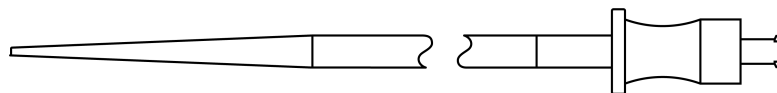

Figura 3: Dilatador
El sistema de colocación pulmonar Edwards SAPIEN 3 (Figura 2) facilita la colocación de la bioprótesis. Consiste en una vaina interior, un catéter balón para el despliegue de la válvula cardiaca transcatóter Edwards SAPIEN 3, y un eje externo y una cápsula de válvula para cubrir la válvula cardiaca transcatóter durante la inserción y el rastreo hasta la ubicación del despliegue. El sistema de colocación incluye una punta cónica para atravesar más fácilmente las estructuras derechas del corazón. La cápsula de la válvula y la punta cónica poseen un revestimiento hidrófilo. Se proporciona una señalización visual del eje del balón para ayudar en la recaptura del balón. La luz de la guía del sistema de colocación incluye un estilete. El dilatador con revestimiento hidrófilo (envasado junto con el sistema de colocación) de 28 F se utiliza para predilatar el vaso antes de la inserción del sistema de colocación, si es necesario (Figura 3).
• **Dilatador (Figura 3)**